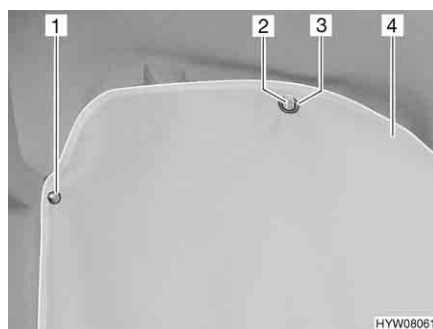

Fig. 15 Oscurante cabina di guida
- Chiusura:** ■ Fissare l'oscurante (Fig. 15,4) con i bottoni automatici (Fig. 15,1).
■ Agganciare gli occhielli (Fig. 15,3) a sinistra e a destra nei ganci per gli abiti (Fig. 15,2) delle impugnature.
- Apertura:** ■ Sganciare gli occhielli (Fig. 15,3) a sinistra e a destra dai ganci per gli abiti (Fig. 15,2) delle impugnature.
■ Sganciare e riporre l'oscurante (Fig. 15,4).